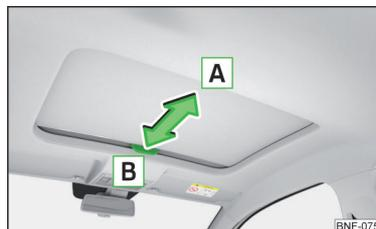

Abb. 36
- Zum **Öffnen** den Griff in Pfeilrichtung **A** ziehen » Abb. 36.